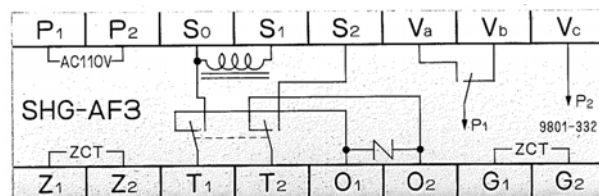

図3. SHG-AF3 継電器裏面端子配列
(7) 継電器の制御電源P1-P2にAC100Vを入力して下さい。元の配線を外すなどにより他の機器への課電に配慮して下さい。継電器の端子配列は、図3を参照して下さい。
(8) VCBとの連動試験を実施する場合は、トリップ電源を接続します。電流トリップ方式の場合は継電器端子S1-S2に、電圧トリップ方式の場合はSo-T1間のa接点が有効になるようにACまたはDC電源を接続して下さい。元の配線を外すなどにより他の機器への課電に配慮して下さい。継電器単体の試験の場合はトリップ電源の接続は不要です。